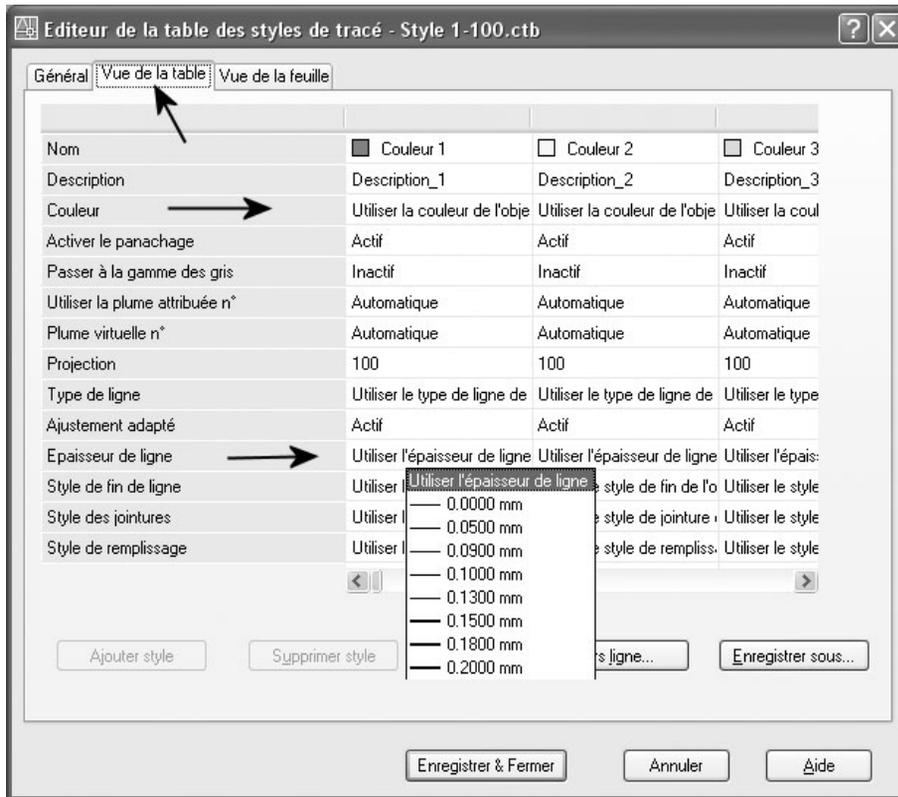

Fig.23.4
- 7 Pour modifier la table par défaut, cliquer sur **Editeur de la table des styles de tracé** (Plot Style Table Editor) (fig.23.4). Les principaux paramètres à modifier sont : **Couleur** (Color), pour imprimer tous les traits en N/B par exemple, et **Épaisseur de ligne** (Lineweight) pour donner une épaisseur de trait à chaque définition de couleur. Pour assigner une même valeur à l'ensemble des styles, il suffit d'effectuer un clic droit sur le paramètre puis de sélectionner l'option **Appliquer à tous les styles** (Apply to all styles) dans le menu contextuel.